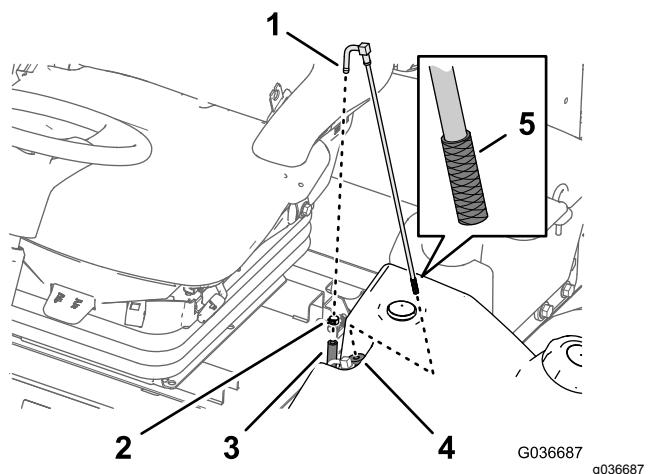

Figura 73
- 2. Retire la manguera del acoplamiento (Figura 73).
- 3. Eleve el tubo de aspiración de combustible del depósito de combustible (Figura 73).
- 4. Limpie cualquier residuo de la rejilla al final del tubo de aspiración de combustible (Figura 73).
- 5. Inserte el tubo de aspiración de combustible a través del casquillo de goma y en el depósito (Figura 73).
1. Retire la abrazadera que fija la manguera de suministro de combustible al acoplamiento del tubo de aspiración de combustible (Figura 73).